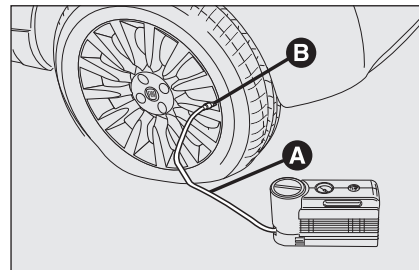

fig. 13
- ☐ **Serrer le frein à main.** Dévisser le capuchon de la valve du pneu, enlever le tuyau flexible de remplissage **A-fig. 13** et visser la bague **B** sur la valve du pneu;